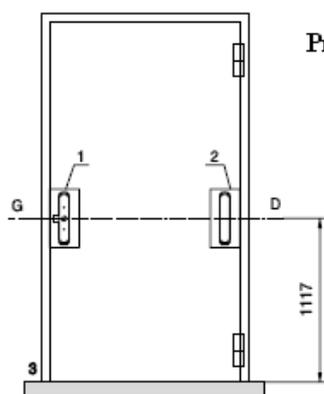

Рис. 3
1) Убедитесь в том, что дверь достаточно ровная и подходит для установки устройства аварийного выхода. При закрытой двери проведите горизонтальную линию **G-D** на расстоянии 1117 мм от чистового пола (Рис. 3).
2) Выберите ответную часть, подходящую для данного типа установки (Рис. 4А и 4В). Прикрепите шаблоны на двери при помощи клейкой ленты (Рис. 3).